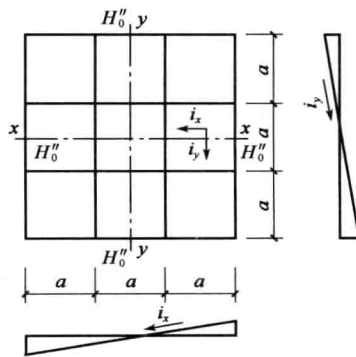

图 1-4 双向泄水坡度的场地
(2) 双向泄水时的设计标高计算。将已调整的设计标高 H''_0 作为场地纵横方向的中心线,如图 1-4 所示。场地内任意一点的设计标高为: